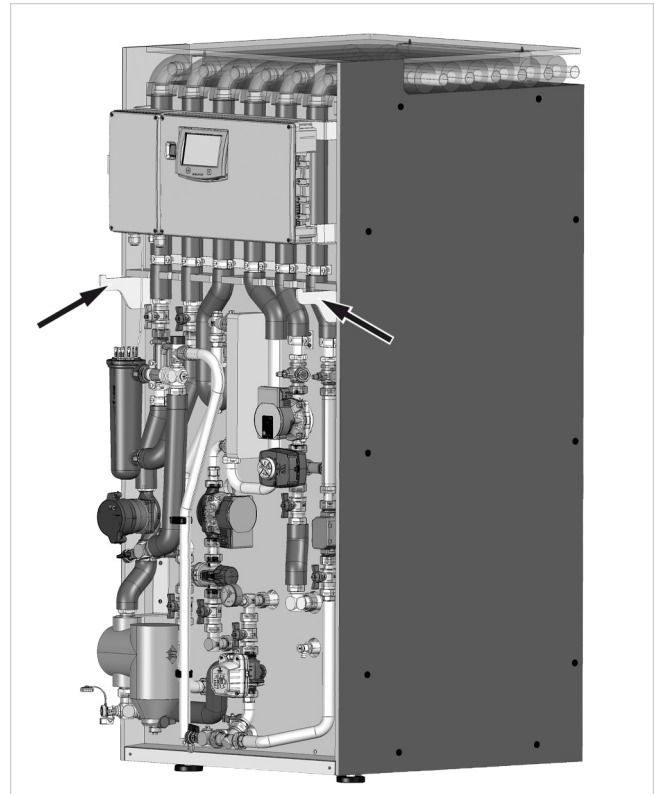

Abb. 40: Front auf Halter aufsetzen
2. Die Front auf die Halter (siehe → Abb. 40) aufsetzen und ausrichten. Dabei sicherstellen, dass keine Kabel zwischen Front, deren Halterung sowie den Rahmen der Front gelangen.